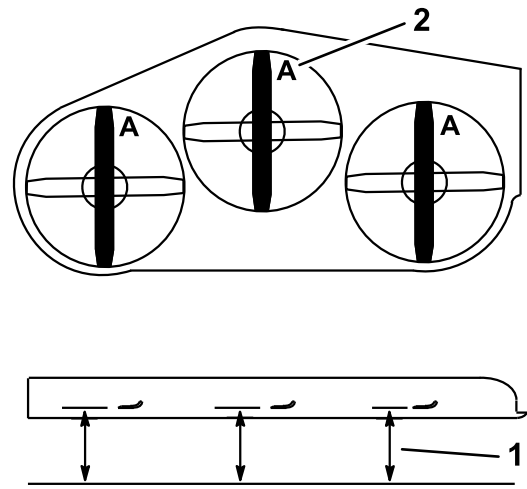

Figure 66
3. Tournez les lames dans le sens longitudinal (Figure 66). Mesurez la distance entre la surface plane et le tranchant (position A) des lames (Figure 66). Notez cette valeur.